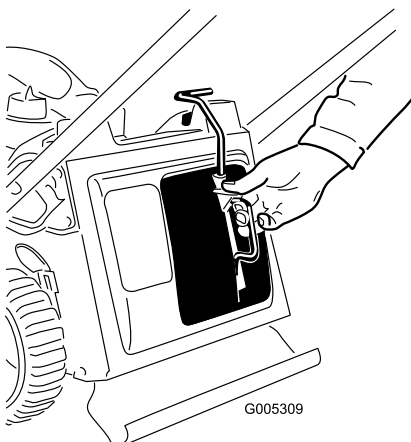
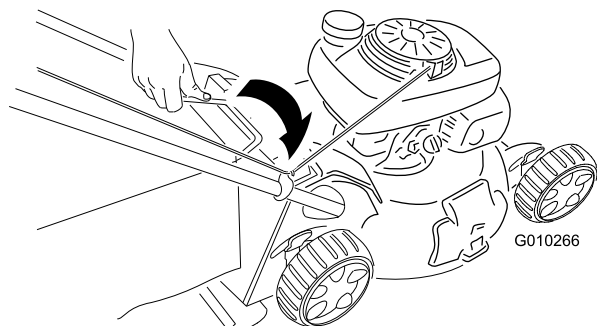

Figura 20
Figura 21
1. Instale el tapón de reciclado (Figura 20) o la bolsa de recortes (Figura 21) en el cortacésped.